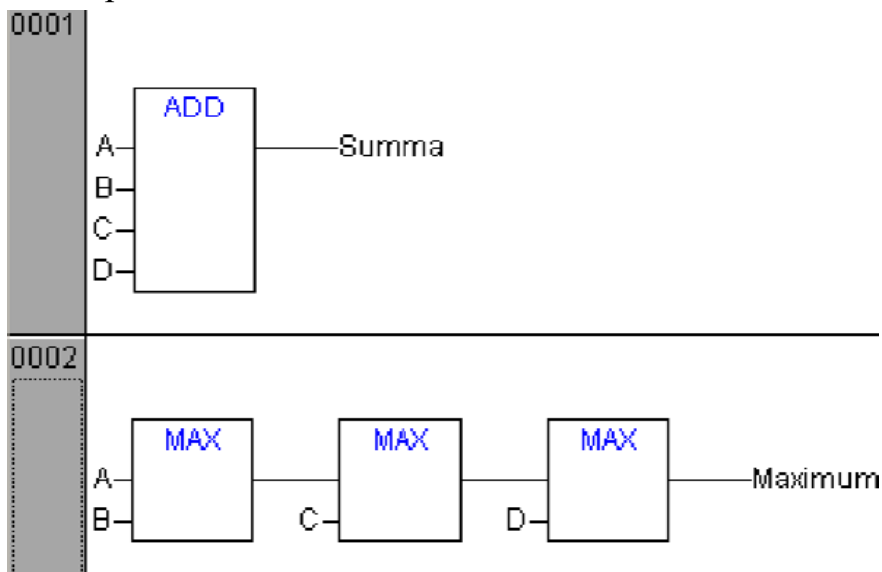

Рис. 1. Программа на языке FBD для вычисления суммы и максимального значения
5. По известной методике в рабочем окне CoDeSys создаем FBD диаграмму. Пример представлен на рис. 1.